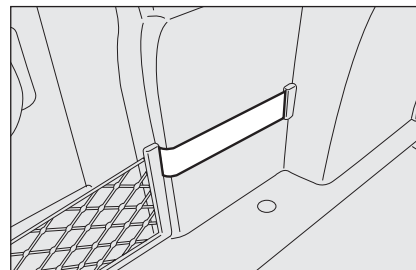

fig. 15
- **fig. 15** - élastique de fixation